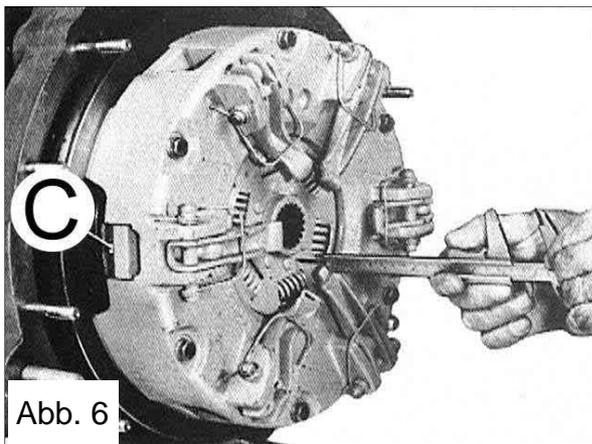

Abb. 6
- Die Gegenmuttern lockern und die Muttern **C** (Abb. 6) verstellen, bis man den Sollwert erhält;